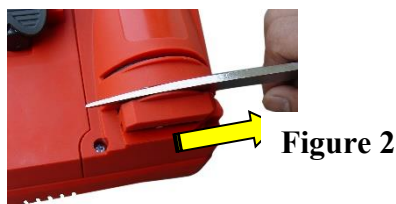

Figure 2
- b. Pour affûter des couteaux et des ustensiles de cuisine, placez la lame dans le guide et **tirez l'article vers vous, ne le poussez jamais!** (Fig. 2)